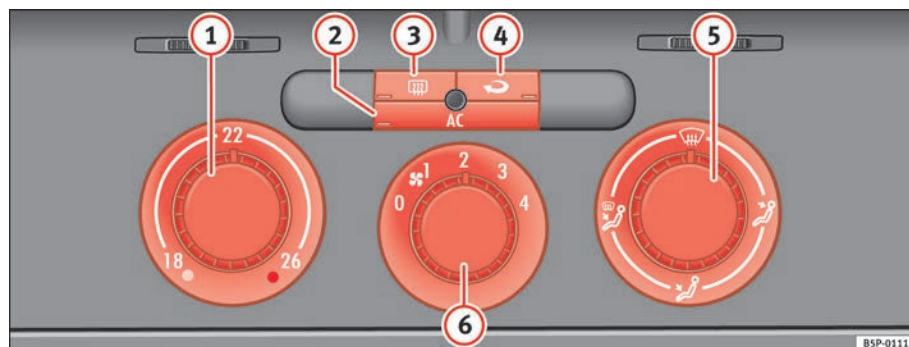

Fig. 128 Mandos del Climatic en el tablero de instrumentos
- Gire el regulador de la temperatura ⇒ fig. 128 (1) hacia la derecha hasta alcanzar el grado de calefacción deseado.